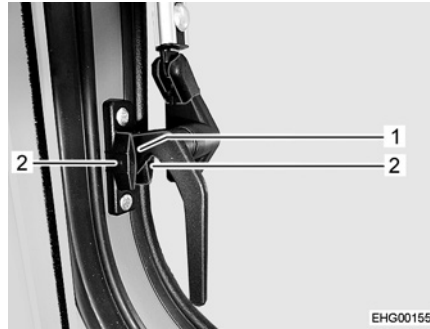

Bild 27 Låsarm, i sidan (i läget "kontinuerlig vädning")
- Sväng låsarmarna i sidorna ett kvarts varv nedåt. För in låsspaken (Bild 27,1) mellan de båda halvorna av låsblocket.